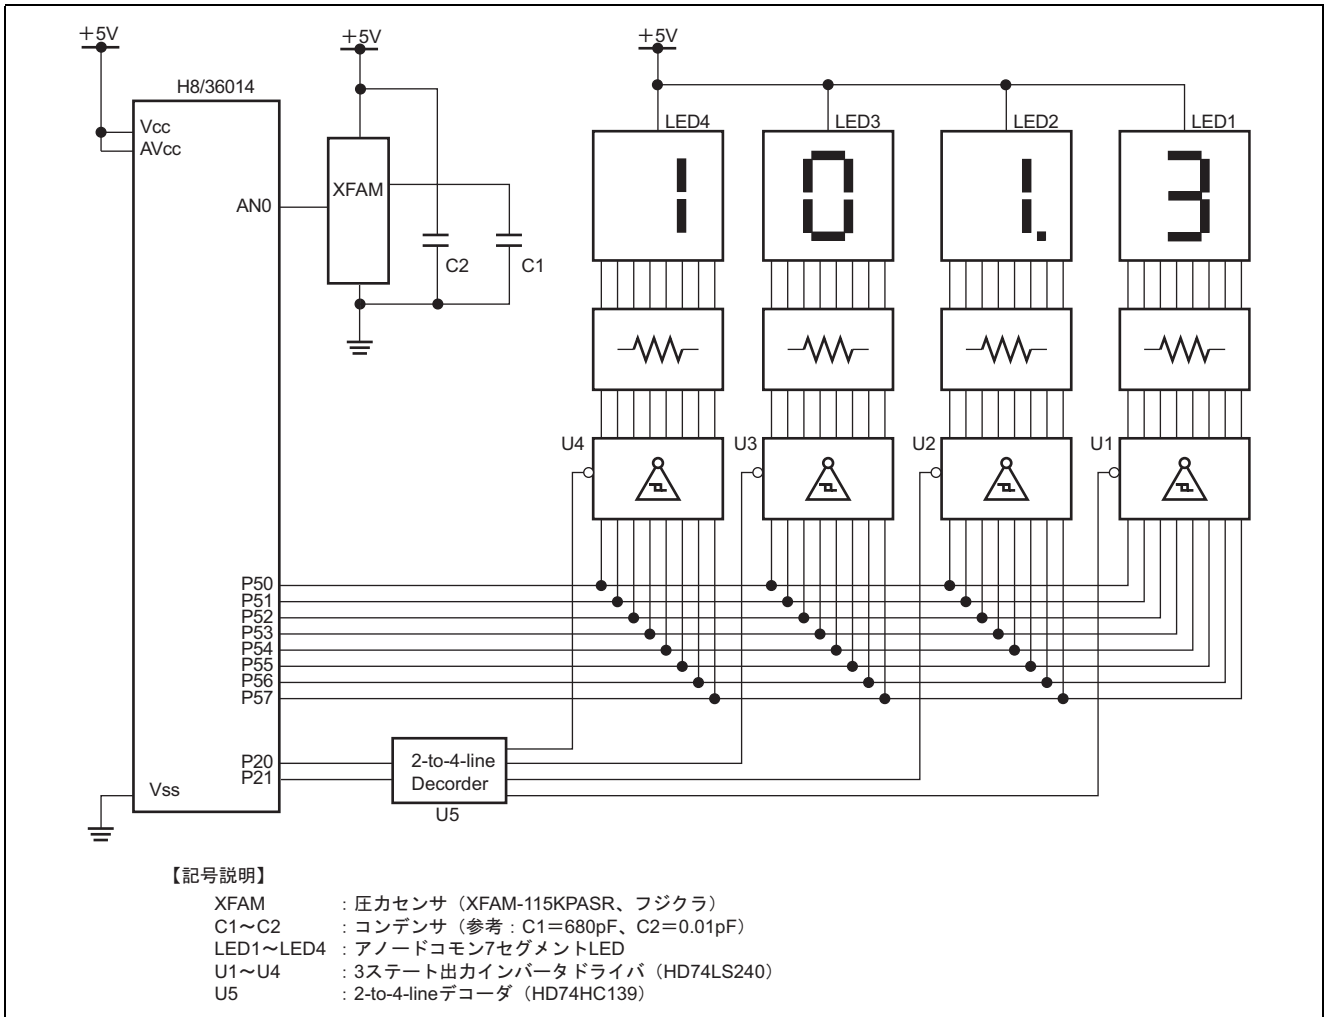

図 1.1 ハードウェア構成
1. 図 1.1 に圧力センサ接続例のハードウェア構成を示します。図 1.1 に示すように、センサをアナログ入力端子 0 (AN0 端子) に接続します。